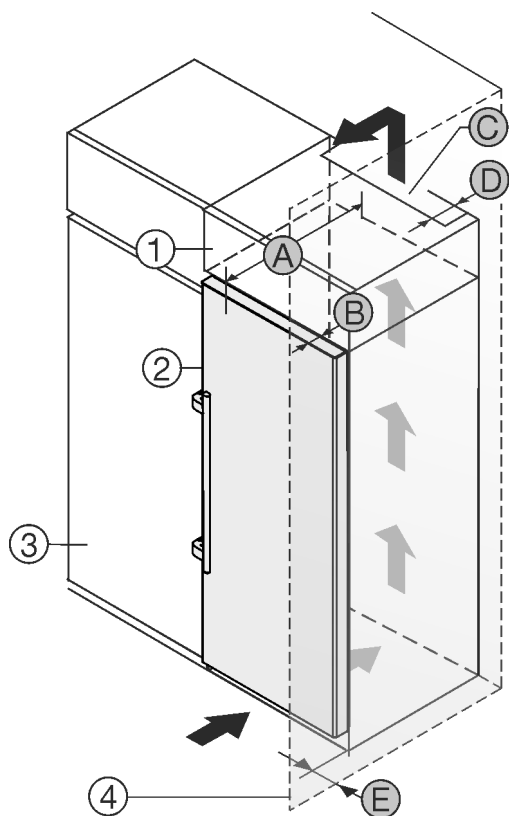

Fig. 2
- (1) Rátétszekrény*
- (2) Készülék*
- (3) Konyhaszekrény*
- (4) Fal*
- (A) Készülék mélysége*
- (B) Ajtó mélysége*
- (C) Szellőzés keresztmetszete*
- (D) Készülék hátsó oldalának távolsága*
- (E) Távolság a készülék oldalától*
A készülék közvetlenül a konyhaszekrény *Fig. 2 (3)* mellé állítható.*
A rátétszekrény hátoldalán egy megadott mélységű *Fig. 2 (D)* szellőzőaknát kell kialakítani a rátétszekrény teljes szélességében.*
A mennyezett alatt be kell tartani a szellőző keresztmetszetet *Fig. 2 (C)*.*
Ha a készüléket a zsanérjaival a fal *Fig. 2 (4)* mellé állítja fel, legalább 57 mm távolságot kell tartani a faltól. Ez a fogantyú túlnyúlásának felel meg, amikor kinyitja az ajtót.*
Ahhoz, hogy az ajtót teljesen ki tudja nyitni, a készüléknek a konyhaszekrény elülső oldalához képest legalább az ajtó mélységének *Fig. 2 (B)* megfelelően ki kell állnia. A konyhaszekrények *Fig. 2 (3)* mélységétől és a fali távtartók használatától függően a készülék nagyobb mértékben is túllóghat előrefelé.*